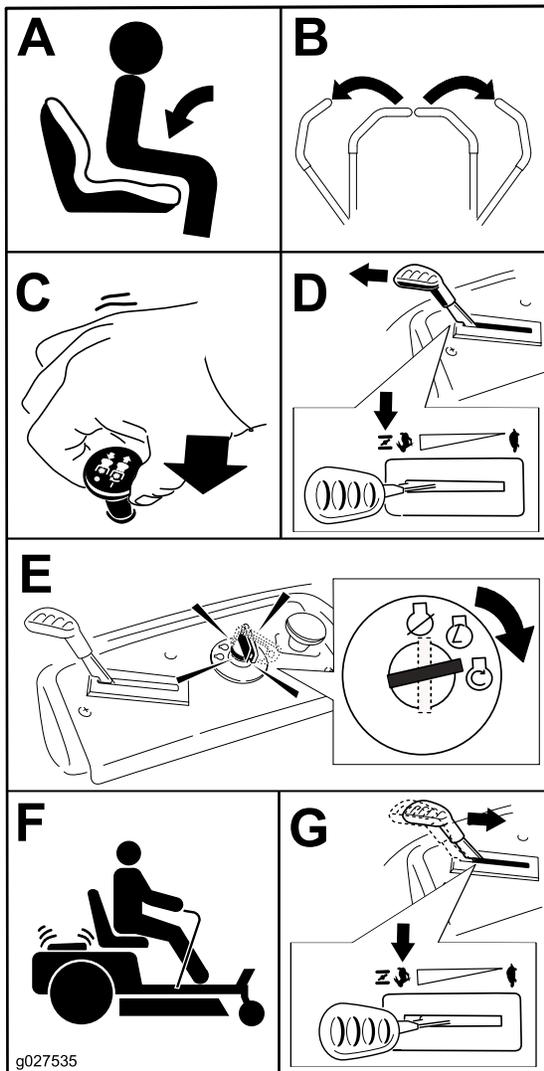

Figura 17
**Nota:** Puede ser necesario sujetar la palanca contra el tope, en la posición Estárter, mientras intenta arrancar el motor (Figura 17).
1. Desengrane las cuchillas moviendo el mando de control de las cuchillas a la posición de **DESENGRANADO** (Figura 17).